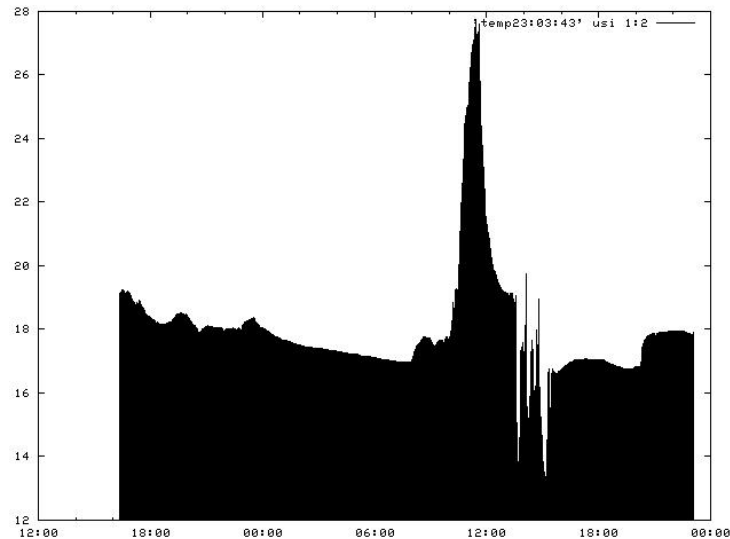

Abbildung 2: Langzeitmessung über 30 Stunden ohne Batteriewechsel
- Abbildung 2 zeigt unter anderem, wie lange mit einem Satz Akkus gemessen werden kann.4 Gemessen wurde alle 3 Minuten von abends 16:22:14 bis 23:03:42 am nächsten Tag. (Zeitdauer: 30:41:28)